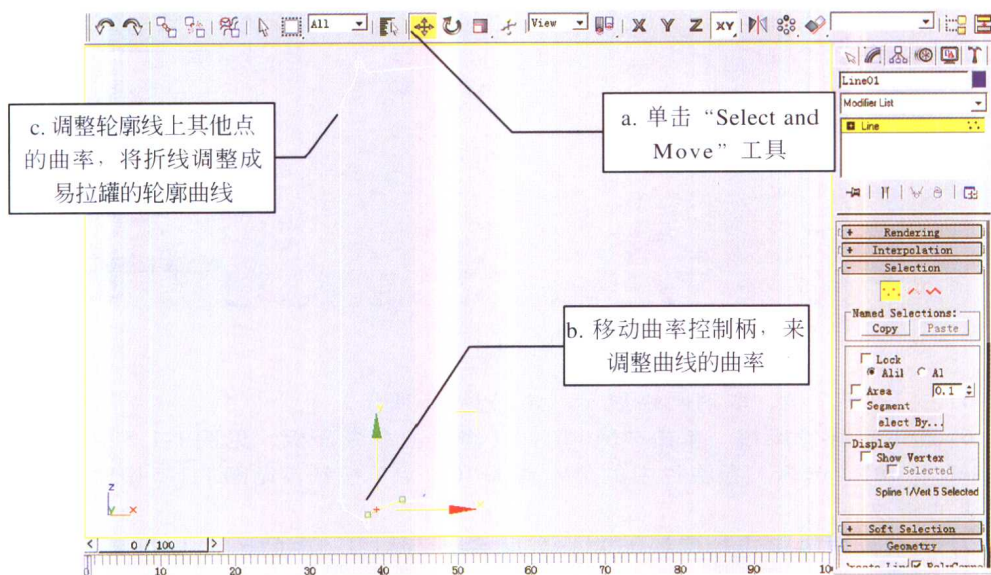

图 1-1-6
(8) 这时顶点的周围出现了两个曲率控制柄, 在工具栏中单击“Select and Move” (选择和移动) 工具, 见图 1-1-6 中的 a。移动曲率控制柄, 来调整曲线的曲率, 见图 1-1-6 中的 b。
(9) 重复步骤(6)~(8)的操作,调整轮廓线上其他点的曲率,将折线调整成易拉罐的轮廓曲线,见图1-1-6中的c。